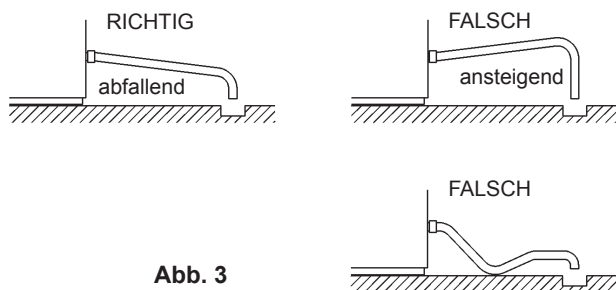

Abb. 3
- * Um einen Rücklauf in den Vorratsbehälter zu verhindern, muss die Ablaufleitung wie in Abb. 3 gezeigt ausgelegt sein.
3) Den grauen, flexiblen Ablaufschlauch (Zubehör) wie gezeigt an den R3/4-Anschluss auf der Rückseite des Eisbereiters festschrauben. Dabei wieder darauf achten, dass der Gummidichtungsring sicher eingepasst ist, bevor man die Verbindung von Hand festschraubt. Dieser Schlauch kann zum Abfließen in einen Kanal (Abb. 3) auf die richtige Länge zugeschnitten werden.